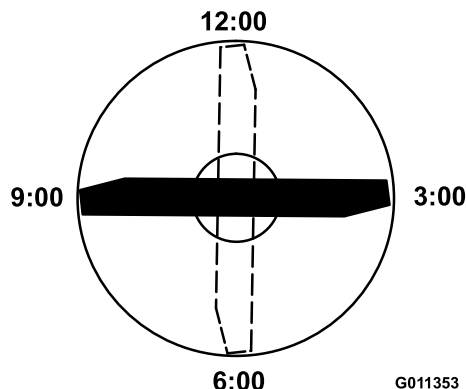

Figura 72
- Coloque el filo de corte del extremo marcado de la cuchilla en la posición de las 12 (hacia adelante, en el sentido de la siega) (Figura 72) y mida la altura desde la mesa hasta el filo de corte de la cuchilla.
- Gire el extremo marcado de la cuchilla a las posiciones de las 3 y de las 9 (Figura 72) y mida las alturas.